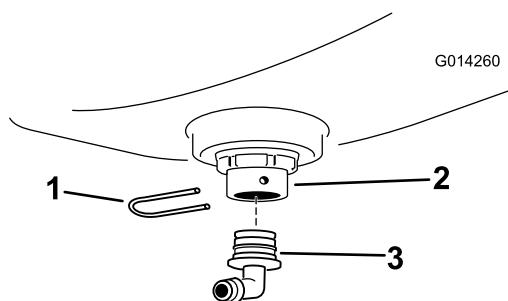

Bild 9
es mit einem 90°-Anschlussstück an der Befestigungsgabel (**Bild 9**).
5. Montieren Sie den 53,3 cm langen Schlauchabschnitt, den Sie in **Schneiden des Schlauchs (Seite 5)** abgeschnitten haben, mit einer Schlauchklemme am 90°-Anschlussstück und ziehen Sie die Klemme mit der Hand an (**Bild 9**).